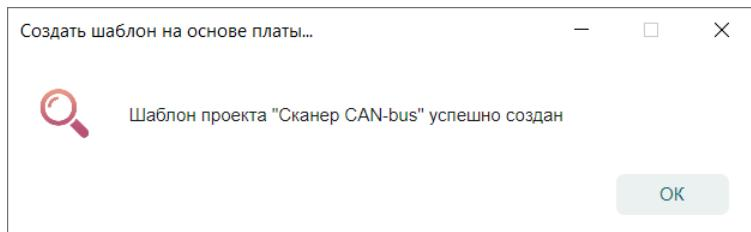

Рис. 152 Завершение процесса создания шаблона платы
8. В информационном окне о завершении процесса создания шаблона платы нажмите «OK», см. Рис. 152.